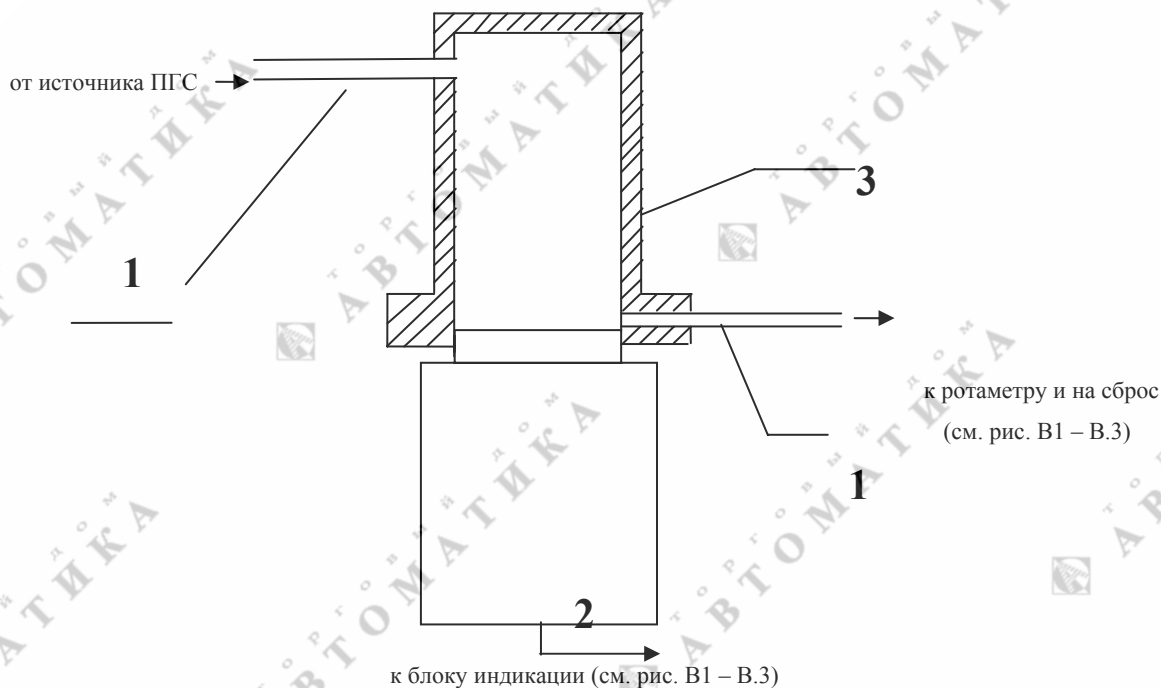

Рис. 3.1. Подача ПГС в адаптер при проверках
9.1.5. В связи с естественным старением сенсоров желательно периодически проверять чувствительность каналов измерения по поверочным газовым смесям (ПГС №5 согласно Методики поверки), приведенным в табл. 5. Смеси подаются с расходом 0,3 – 0,5 л/мин через адаптер, как показано на рис. 3.1.